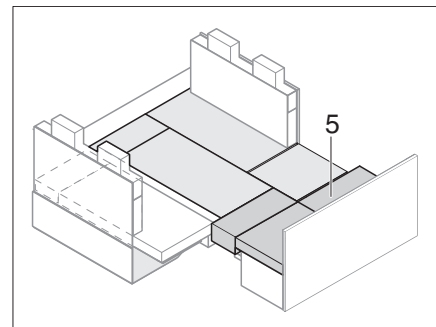

Bild 219 Efter förstoringen
- Lägg in extradynor (Bild 219,5).